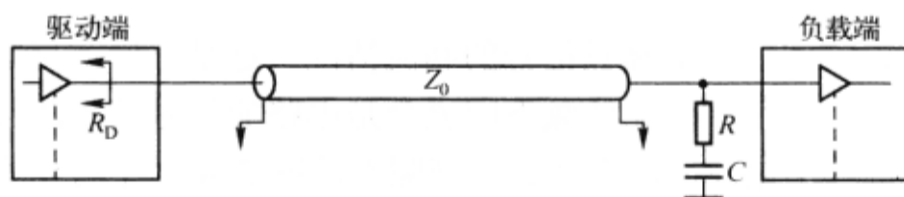

图 3-3-12 交流终端匹配
(4) 并行交流端接：上面介绍的几种终端匹配形式不可避免地有较多的电源消耗。图3-3-12所示的交流终端匹配则可以有效地解决这一问题。